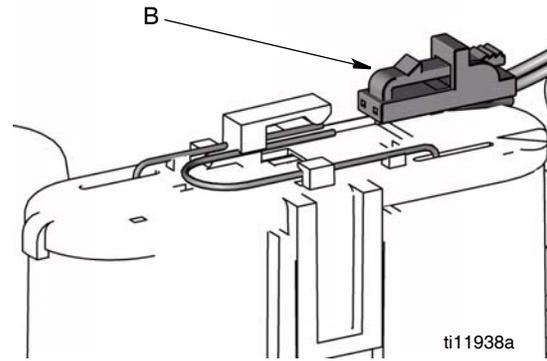

FIG. 3
3. Desacople el conector de la batería (B) (FIG. 3).